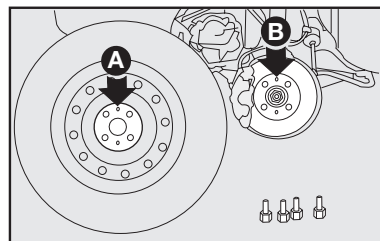

fig. 7
6) Monte la rueda de repuesto, de manera que los tornillos **B-fig. 7** coincidan con los orificios **A-fig. 7**.